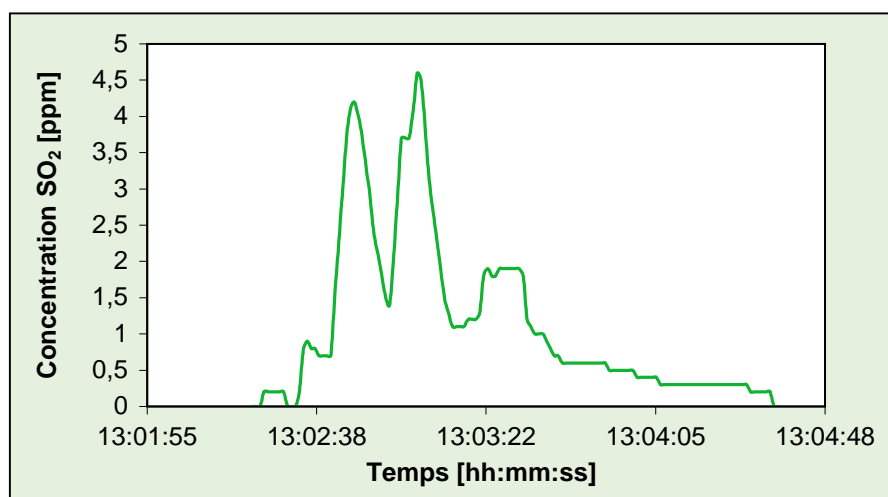

Fig. 2. Profil de concentration de SO₂ mesuré dans une cave moyenne lors du sulfitage par déversement direct dans la cuve à l'aide d'un pot de liquide.
Le deuxième profil représente l'exposition encourue pendant un sulfitage de 0,75 l de bisulfite d'ammonium transféré à l'aide d'un cylindre gradué sur le haut des cuves (fig. 2). Lors de cette opération, l'employé remplit son cylindre de 1 l à partir du bidon de 1 l de solution commerciale, à l'extérieur du bâtiment. Il se déplace ensuite dans la cave où il doit monter sur une échelle pour déverser la solution dans la cuve (avec le cylindre dans une main). Bien que cette opération soit plus périlleuse que les autres situations évaluées, elle induit une exposition au SO₂ plus faible.
** Calculé sur le profil d'exposition présenté dans la figure 2.